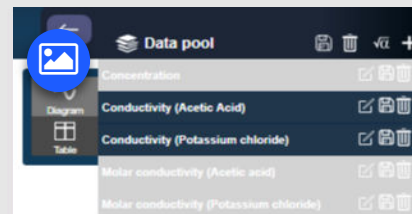

Рис. 6: Выберите соответствующие каналы для отображения диаграммы
- Чтобы отобразить диаграмму, перейдите в пул данных  и выберите сгенерированные каналы для соответствующих молярных проводимостей, а также канал концентрации (рис. 6).